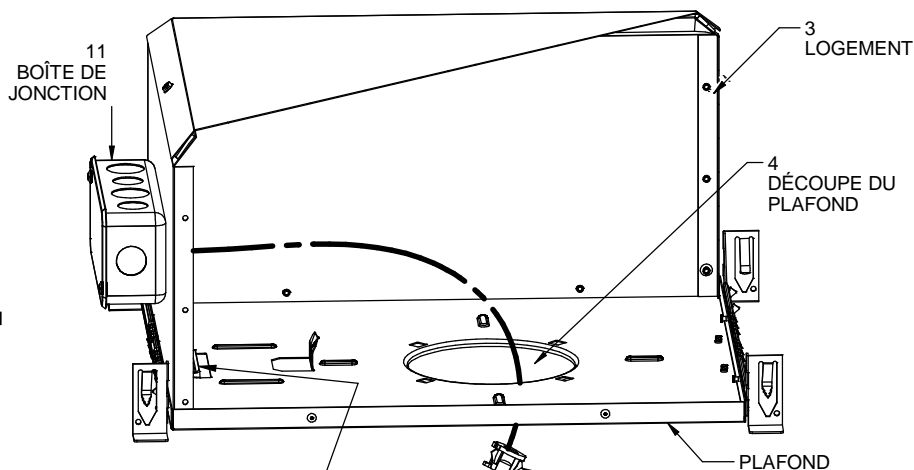

FIG 3.1
**REMARQUE:** Utiliser une main pour installer le boîtier de pilote et soutenir l'ensemble moteur d'éclairage (1) avec l'autre main.
3. Installer l'ensemble moteur d'éclairage (1) dans le logement (3) : serrer tous les ressorts (9), l'insérer à travers la découpe de plafond (4) et le pousser délicatement contre le plafond. **FIG 3.1**